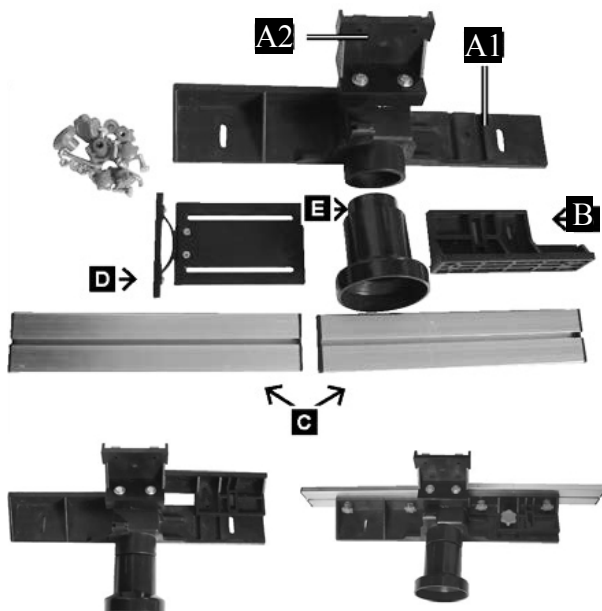

Fig. 5 : De freesaanslag monteren
- Hoofdsteun (A1, Afbeelding 5)
- Stopsteun (B, Afbeelding 5)
- Montagebeugel (D, Afbeelding 5)
Duw de aanslagsteun (B, Afbeelding 5) op de hoofdsteun (A1, Afbeelding 5) in de daarvoor bestemde groef. Plaats een M6x25 bout in het gat en draai een plastic dopmoer en sluitring op de bout.
2. Montage van de aanslagrails (C, Afbeelding 5) :